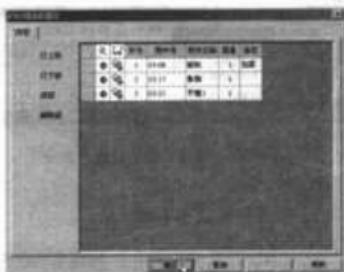

图 6-204 “材料明细表属性”对话框
(1) 在“材料明细表”/“列”/“单元格属性”或“表格”属性管理器中，单击“材料明细表内容”按钮。
(2) 弹出如图 6-204 所示的“材料明细表属性”对话框，可进行如下的编辑操作：